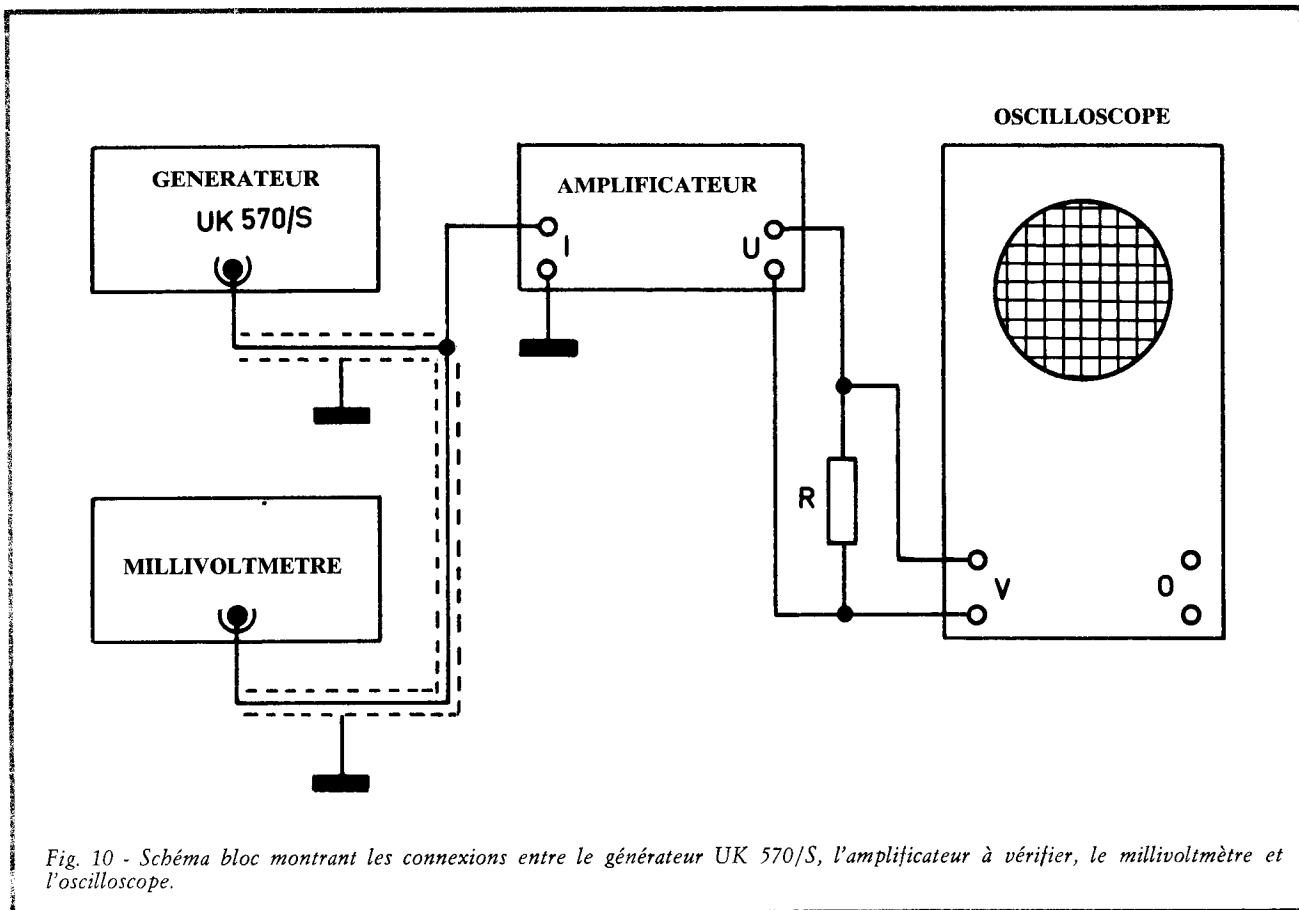

Fig. 10 - Schéma bloc montrant les connexions entre le générateur UK 570/S, l'amplificateur à vérifier, le millivoltmètre et l'oscilloscope.
Fig. 11 - Schéma bloc montrant les connexions qui doivent être effectuées entre les instruments mentionnés à propos de la figure 10, avec l'adjonction du wattmètre.
schéma bloc de la figure 10, en utilisant un câble blindé pour connecter la sortie du générateur à l'entrée (1) de l'amplificateur, et un autre câble blindé pour connecter l'entrée du millivoltmètre en parallèle à la connexion précédemment citée.
Lorsque la sensibilité d'entrée a été établie comme nous venons de le décrire, en déplaçant seulement le millivoltmètre à la sortie de l'amplificateur en respectant la disposition des instruments représentée à la figure 10, il est possible aussi de tracer la courbe de réponse de l'amplificateur, en procédant de la manière suivante.